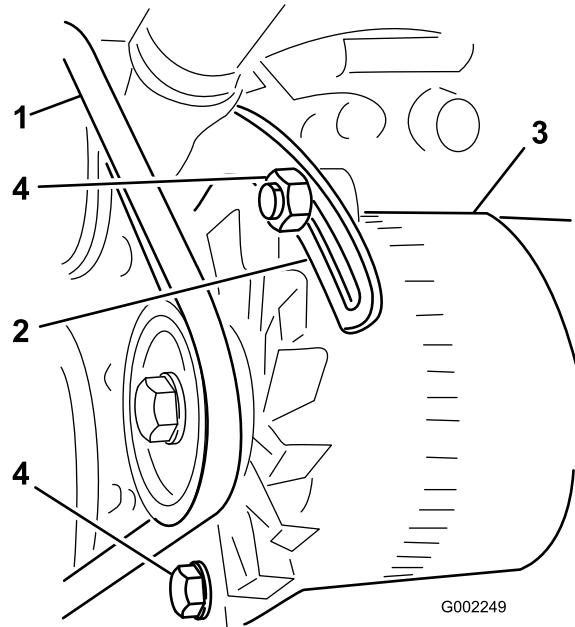

Figura 94
3. Desaperte o parafuso no ponto de articulação do alternador; desaperte o parafuso que prende o alternador à abraçadeira ranhurada (Figura 94).